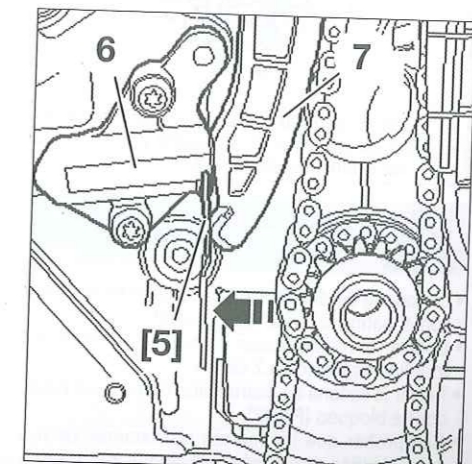

Fig. 12
- [6]. Útil de contra-apoyo (ref. T10172) (Fig.12)
- Empujar el patín tensor (6) en el sentido de la flecha y bloquear el pistón tensor (7) de cadena con el pasador de freno [5] (Fig.12).
- Tensar la cadena de distribución retirando el pasador de bloqueo (Fig.12).